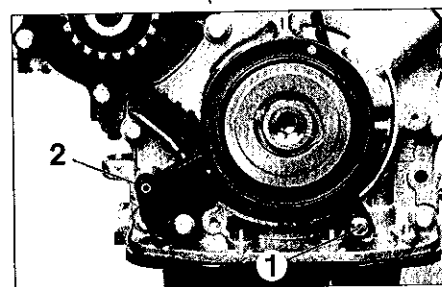

FIG.4
Déposer la poulie de vilebrequin. Ecarter le faisceau électrique des carters de distribution. Déposer les différentes parties du carter de distribution. Déposer le capteur de régime moteur (2) (Fig.4).
- l'équerre anti-décalage (1) (Fig.4) et serrer à 5,5 m.daN.
- le capteur de régime (2).